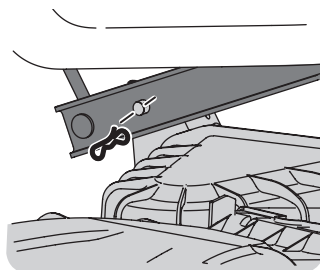

Figura 22
4. Mirando la plataforma desde el lado izquierdo del tractor, ubique el pasador de chaveta en el lado posterior izquierdo de la plataforma (Figura 22).
5. Retire el pasador y saque el pasador de la plataforma del brazo de elevación de la misma (Figura 22).